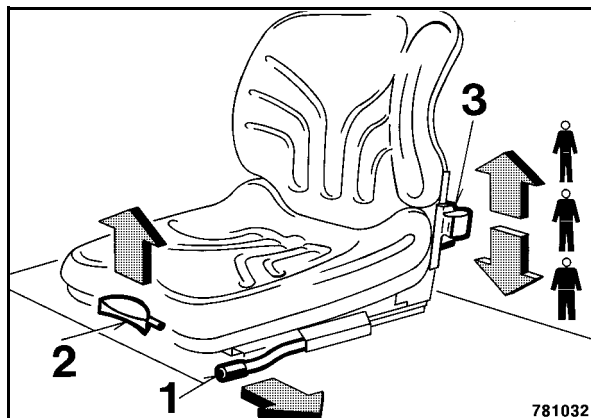

Fig. 72
- Premere la leva 1 (Fig. 72) verso l'esterno e spostare il sedile in direzione longitudinale.
- Tirare la leva (2) verso l'alto e regolare l'inclinazione dello schienale.
- Registrare il peso del conducente con la leva (3).